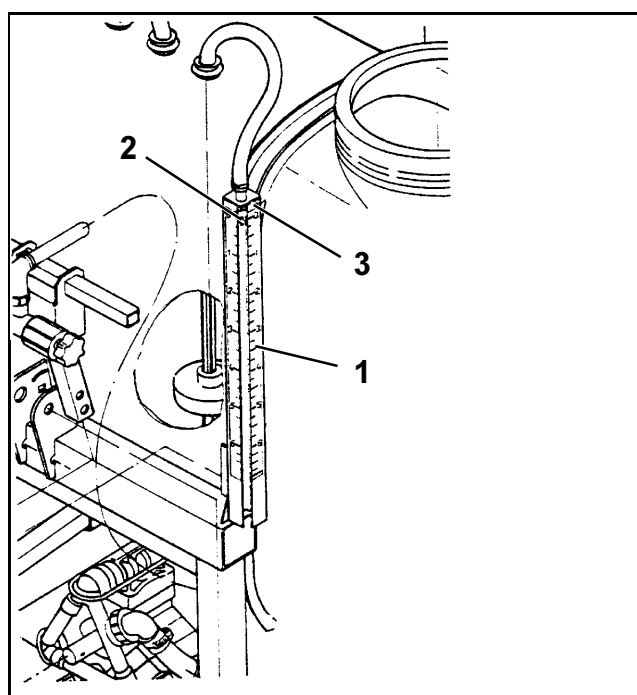

Рис. 141
- На шкале (Рис. 141/1) стрелка (Рис. 141/2) должна указать на деление шкалы "5" для 500 л.
- Если показанный уровень не соответствует залитому количеству воды, стрелку (Рис. 141/2) путем проворачивания болта (Рис. 141/3) необходимо установить точно на значении шкалы "5".